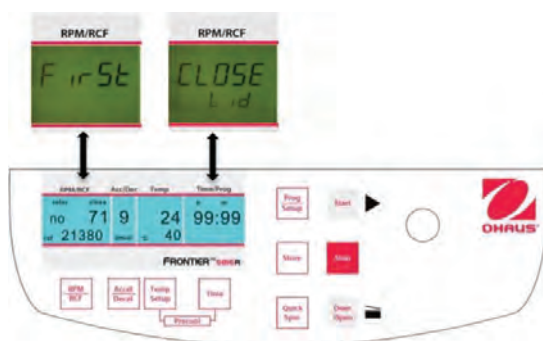
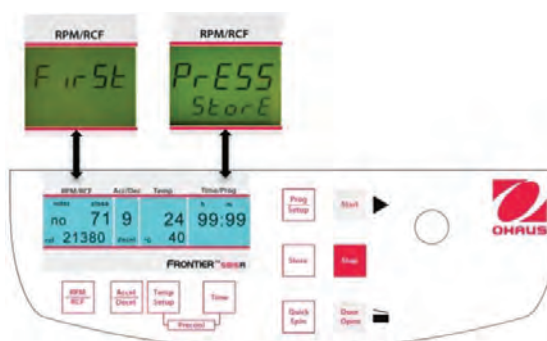

Figure. 23
Figure. 24
Fermer le couvercle de la centrifugeuse. Procéder dorénavant selon la description précédente afin de définir tous les paramètres importants de la centrifugation. Si le couvercle n'est pas fermé lors de la mémorisation du programme, les mots **"First"** et **"CLOSE Lid"** (voir la figure 23) clignotent alternativement sur l'affichage **"RPM/RCF"** (A-1). Si la centrifugation doit être démarrée sans mémorisation du programme, les mots **"First"** et **"PrESS StoreE"** (voir la figure 24) clignotent alternativement sur l'affichage **"RPM/RCF"** (A-1).
Pour adapter les données, appuyer sur la touche **"Store"** (12) (voir les figures 23 et 24) pendant 1 seconde environ. Si le programme est correctement mémorisé, le mot **"StoreE"** apparaît sur l'affichage **"RPM/RCF"** (A-1). Ceci aura pour effet de faire disparaître le mot **"programm"** (M10). Aussitôt après avoir libéré la touche **"Store"** (12), le mot "programm xx" (M10) réapparaît avec xx correspondant à l'emplacement du programme choisi.